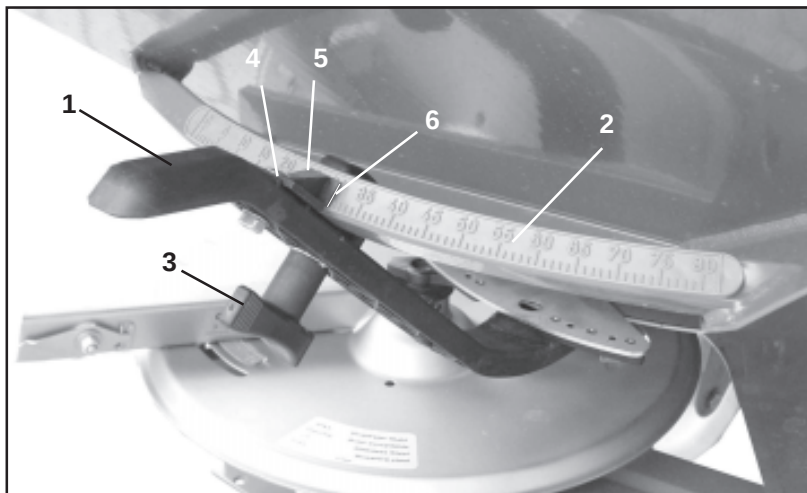

Fig. 9.4
- lukk opp mengdespjeldet ved hjelp av innstillingsspaken (Fig. 9.4/1) .
- drei innstillingsspaken på skalaen (Fig. 9.4/2) helt til anslaget mot bolten.
- fest innstillingsspaken med vrihåndtaket (Fig. 9.4/3).
- Løs sekskantskruen (Fig. 9.4/4). Still inn viseren (Fig. 9.4/5) på skalaverdien «8» og skru den fast med sekskantskruen. Viserens avlesekanter er vist på fig. 9.4/6.